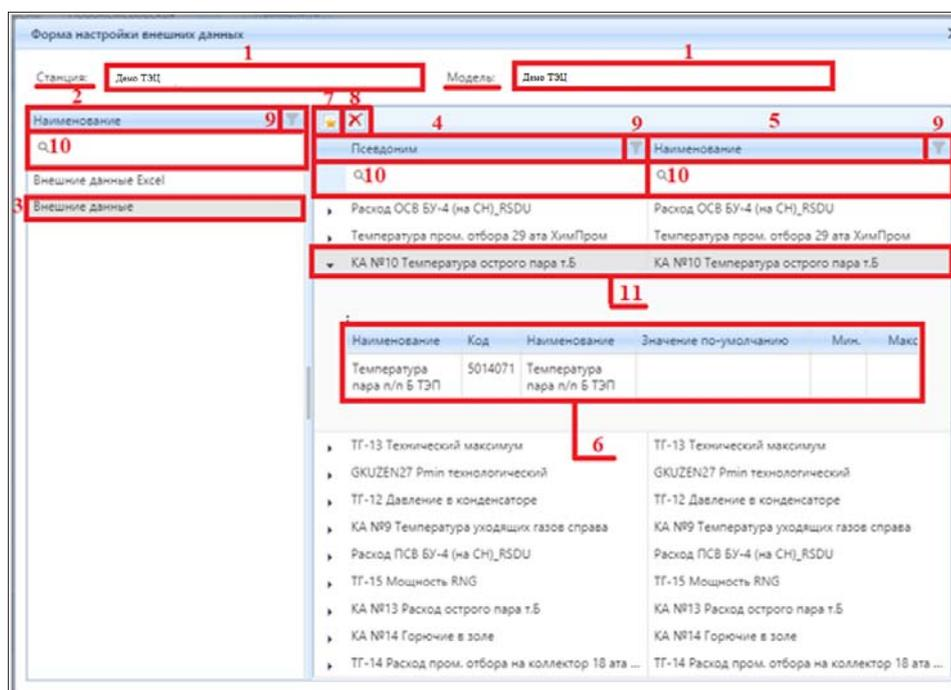

Рисунок 4.2.24 – Визуализация процедуры привязки временного ряда к данным из внешних систем
3. далее в таблице с перечнем временных рядов, имеющих настройку назначение «Внешние переменные из систем», выберите необходимую запись (например, запись «КА №10 Температура острого пара т. Б» (11));
4. в колонке (4) «Псевдоним» содержится псевдоним временного ряда. В колонке (5) «Наименование» содержится наименование временного ряда;
5. раскройте запись временного ряда для вызова таблицы (6) (рис. 4.2.24) с информацией о параметре из внешних систем (информация берется из пользовательского справочника «Параметры внешних систем»), к которому настроена привязка временного ряда. Если настройка отсутствует, то в таблице (6) (рис. 4.2.24) отобразится надпись «Нет данных»;
6. для создания новой настройки привязки временного ряда к параметру из внешних систем нажмите на кнопку (7) «Редактировать» (рис. 4.2.24);
Для редактирования настроек привязки временного ряда к параметру из внешних систем выделите необходимую строку с записью (11) (рис. 4.2.24) нажатием левой кнопкой мыши (выделенная строка отобразится серым цветом). Нажмите на кнопку (7) «Редактировать» (4.2.24). После нажатия откроется окно «Справочник данные» (рис. 4.2.25), в которой находится таблица с данными параметров из внешних систем. Найдите в таблице необходимый параметр, ориентируясь по уникальному коду или наименованию данных. Нажмите в безымянной колонке (блок 1) (рис. 4.2.25) на ссылку «Выбрать» для выбора привязки записи из справочника к временному ряду. После нажатия на ссылку автоматически установится и сохранится связь между выбранным параметром и временным рядом, старая привязка затрется, а окно «Справочник данные» закроется.
Для удаления записи с привязкой временного ряда к параметру из внешних систем выделите необходимую строку с записью (блок 11) (рис. 4.2.24) нажатием левой кнопкой мыши (выделенная строка отобразится серым цветом). Нажмите на кнопку (8) «Удалить» (4.2.24). После нажатия автоматически удалится информация с настройками в таблице (6) (рис. 4.2.24) для выделенной записи.